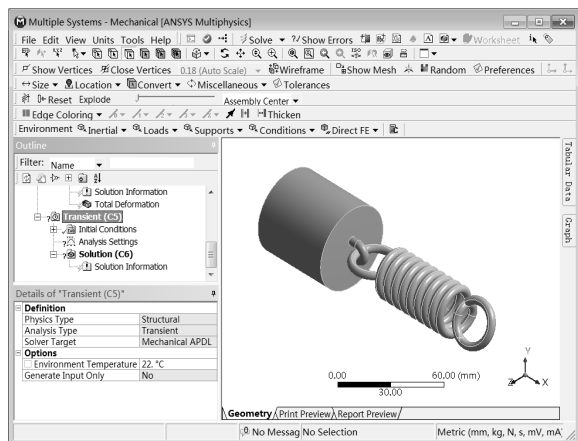

图 9-72 Mechanical 界面
Step3: 如图 9-72 所示, 双击项目 C 的 C5 (Setup) 选项, 进入 Mechanical 界面。